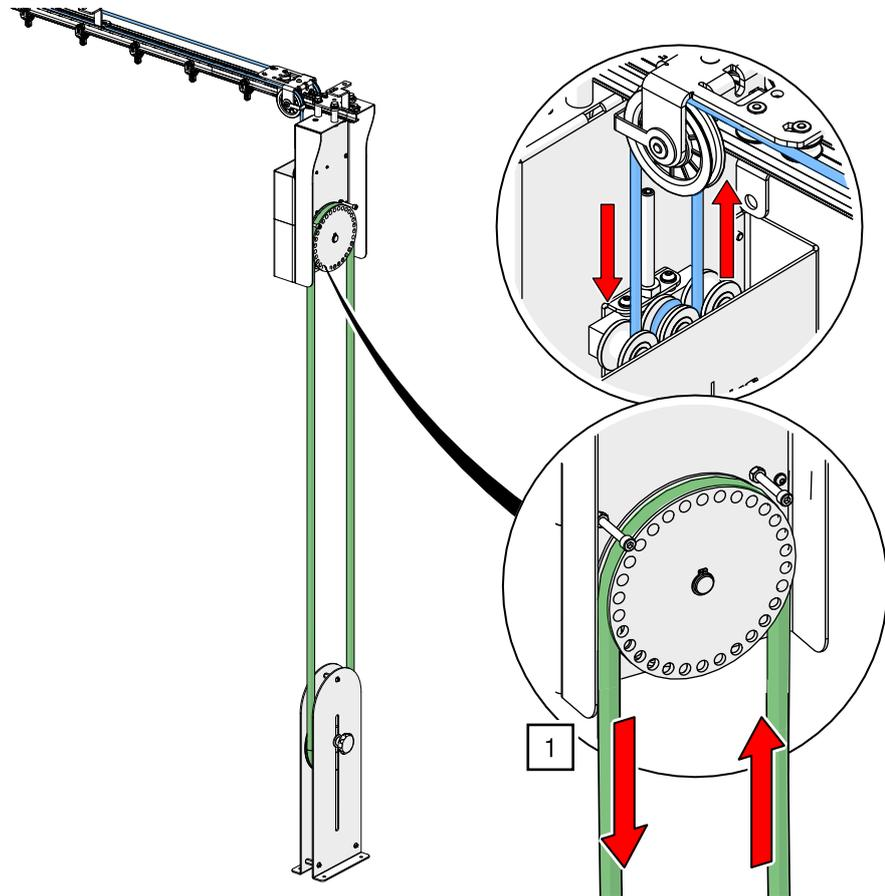

Abb. 137: ROPE-DRIVE – Bedienung
1. Ziehen Sie das Hanfseil – je nach gewünschter Fahrrichtung der angebrachten Last – auf der linken oder rechten Seite nach unten (siehe Abb. 137).